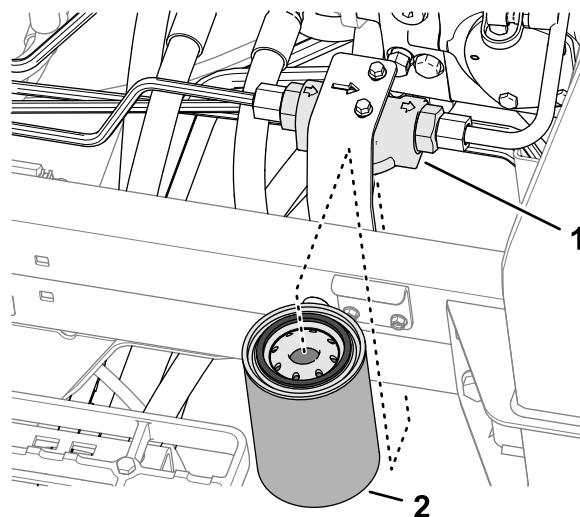

Figura 150
3. En el lado izquierdo de la máquina, coloque un recipiente de vaciado debajo del filtro hidráulico (Figura 150).